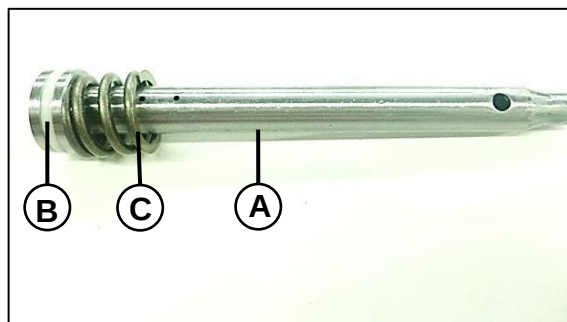

Fig. 11
Al momento de ensamble inspeccioné el estado de del conjunto del pistón de la barra. Pistón (A), sello (B), resorte (C) .Fig. 11